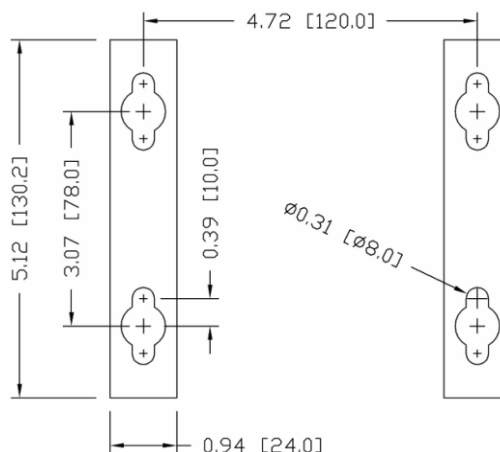

Figura 2-14: Forometria per il montaggio
Contrassegnare la posizione dei fori di montaggio sulla superficie verticale in base alle dimensioni illustrate nella Figura 2-14 in pollici e [mm] oppure portare il terminale alla parete e contrassegnare la posizione dei fori della staffa.
8. Far arretrare ciascun bullone in misura sufficiente per lasciare lo spazio perché la testa e la rondella piatta raggiungano il centro di uno dei fori nelle staffe di montaggio (vedere Figura 2-12 e Figura 2-14).
6. Far arretrare ciascun bullone in misura sufficiente da consentire a bulloni e rondelle di raggiungere il centro di una delle asole nelle staffe di montaggio (vedere Figura 2-12 e Figura 2-14).
Installare la vite e la rondella, lasciando uno spazio sufficiente all'asola della staffa, vedere Figura 2-12 e Figura 2-14.